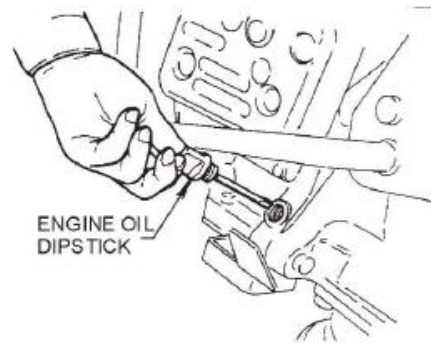
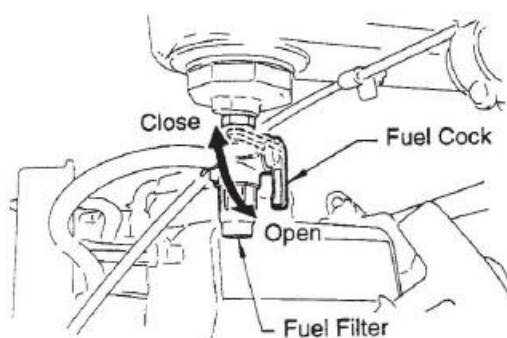

Рисунок 4 Масляный щуп двигателя
Рис. 5 Клапан подачи топлива
Смотрите рисунок 5.
1. Откройте клапан подачи топлива (Рис. 5), переведите переключатель двигателя start/stop (Рис. 4) в положение "Start".